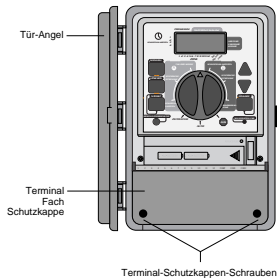

ABB. 18: Außen installiertes Steuergerät mit abgebildeter Anschlussstellenabdeckung
- Nehmen Sie den Deckel des Anschlussfaches ab, indem Sie die beiden Schrauben losschrauben und den Kunststoffdeckel gerade abziehen [siehe Abb. 18].